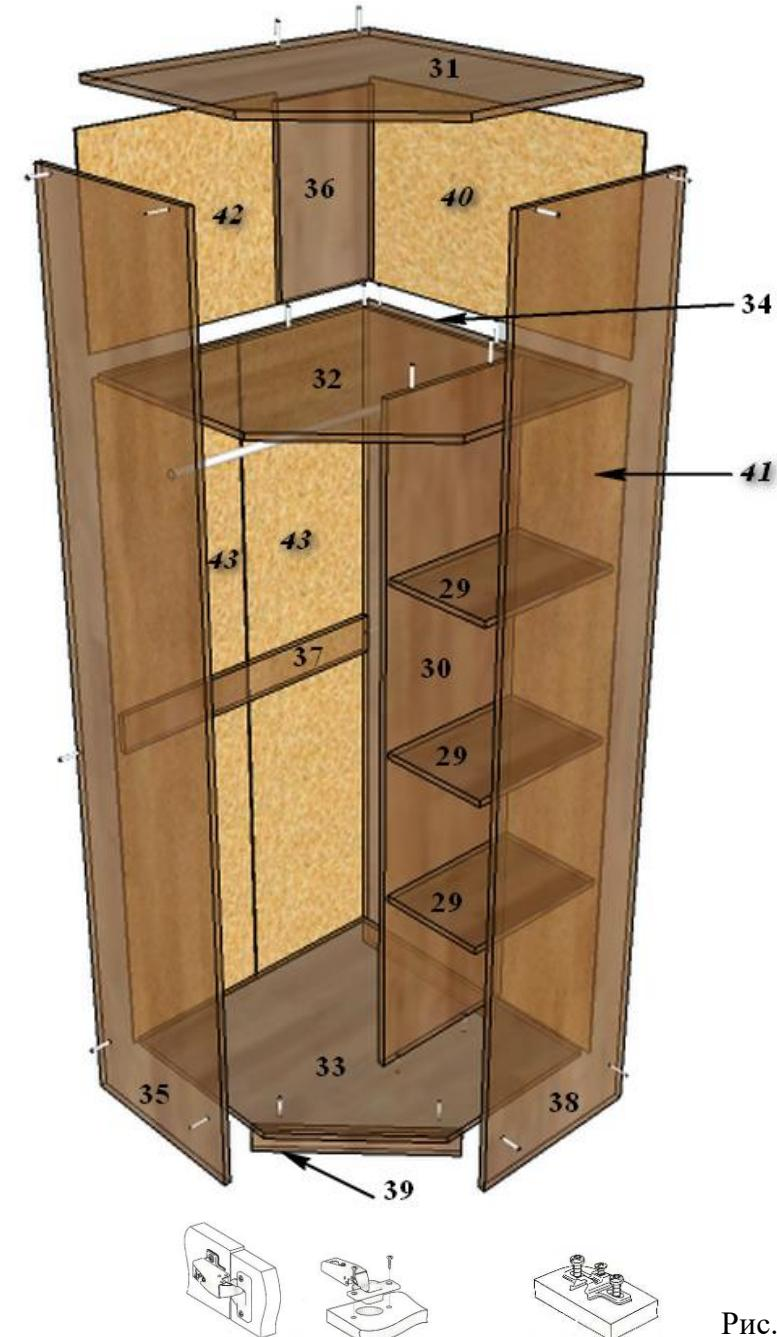

Рис.1
1.1. На стенки вертикальные (поз.35,38,34) прикрепите гвоздями подпятники. На стенку вертикальную (поз. 34,35) прикрепите штангодержатели на шуруп 4\*16. На стенку вертикальную (поз. 35) установите ответные планки на шуруп 4\*13(рис. 1), а на двери (поз.1,3) – петли на шуруп 4\*13. На стенки вертикальные (поз. 30,38) установите полкодержатели.